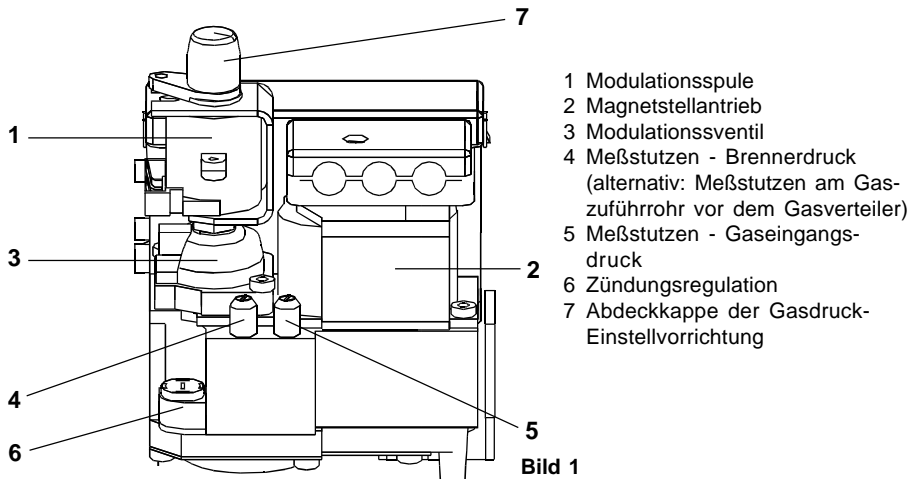

Bild 1
Vor Erstinbetriebnahme die Gaszuleitung über die Entlüftungsschraube im Meßstutzen (5, Bild 1) am Gaskombinationsventil entlüften.
Einstellung der minimalen Leistung, sofern nicht über das Einstell-Potentiometer CH-POWER (P3) möglich (siehe hierzu Bild 1 und 3):
- Die gelbe Abdeckkappe (7, Bild 1) der Modulationsspule (1) abnehmen
Einstellung der maximalen Leistung, sofern nicht über das Einstell-Potentiometer CH-POWER (P3) möglich (siehe hierzu Bild 1 und 3):